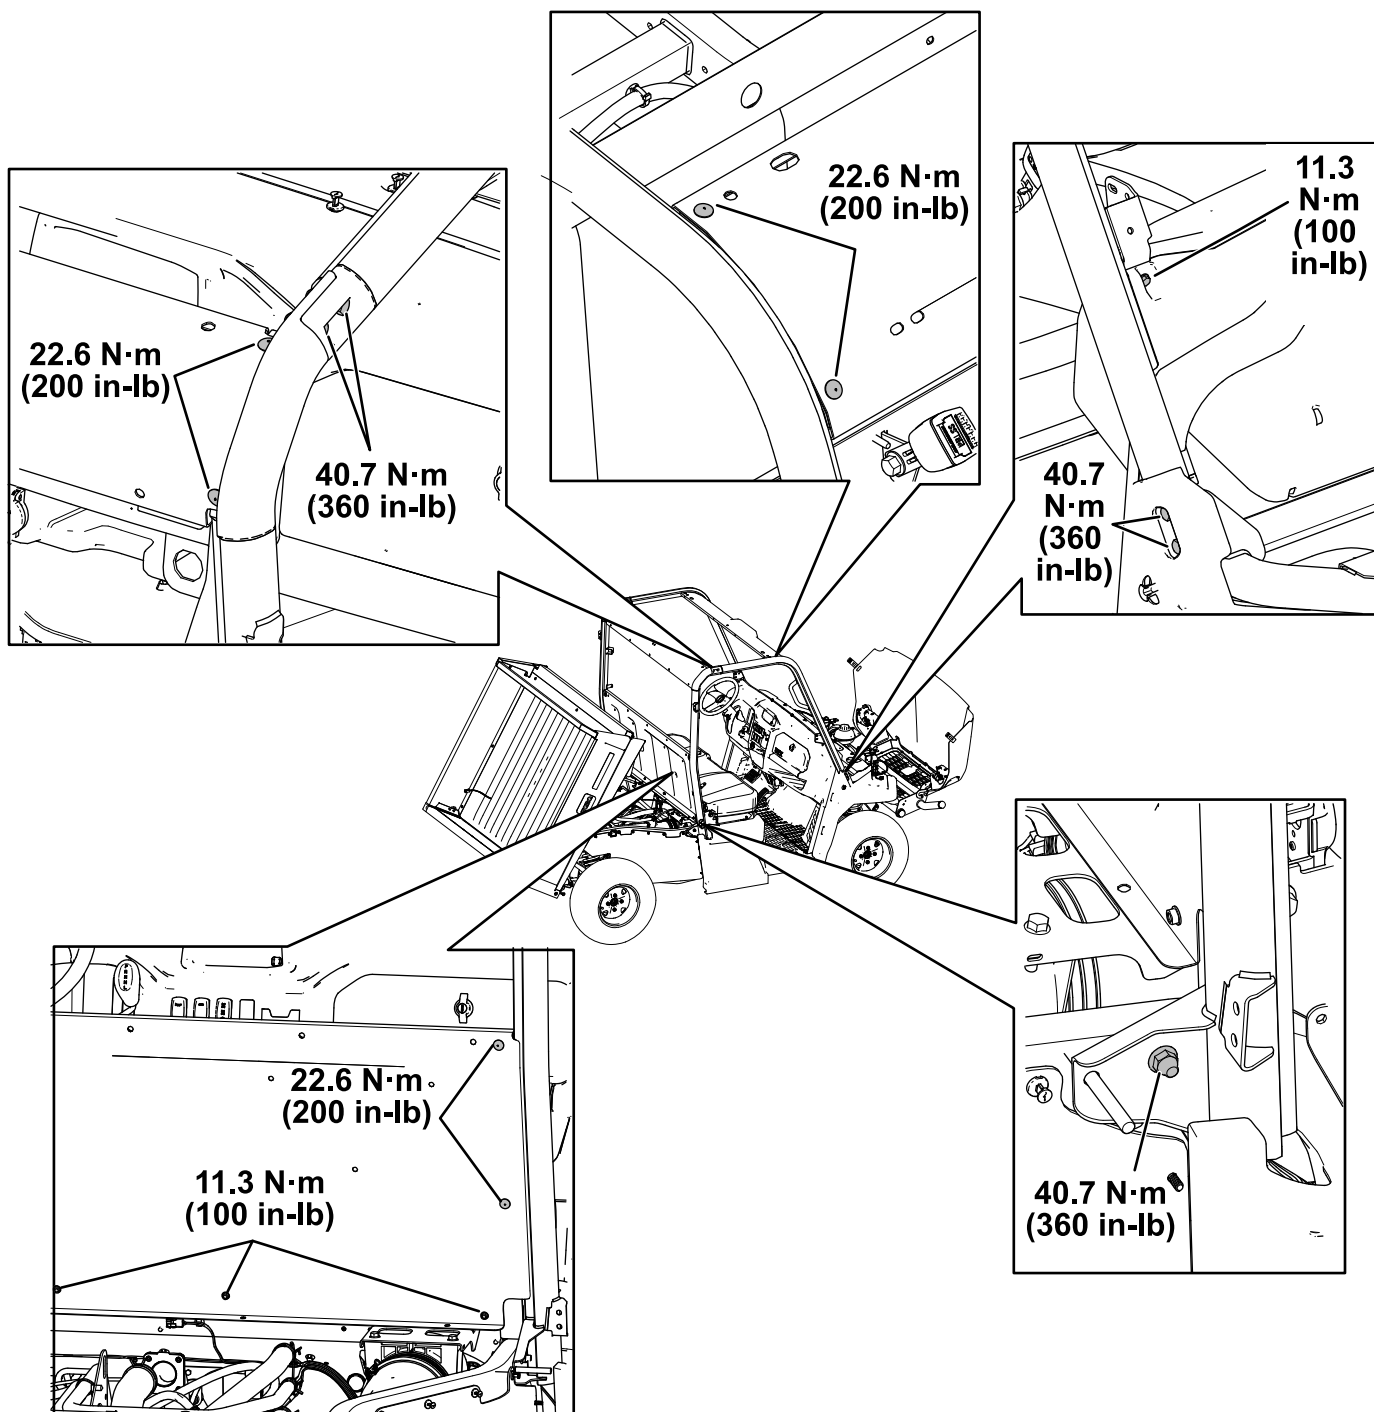

Figure 20
15. Serrez les fixations aux couples spécifiés à la Figure 20.